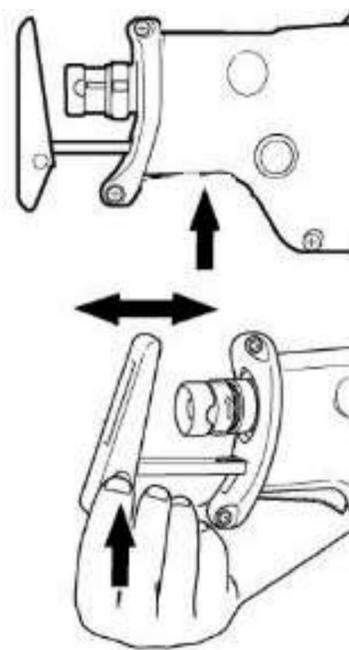

Рис. 5
• **РЕГУЛИРОВКА БАШМАКА (Рис.5)**